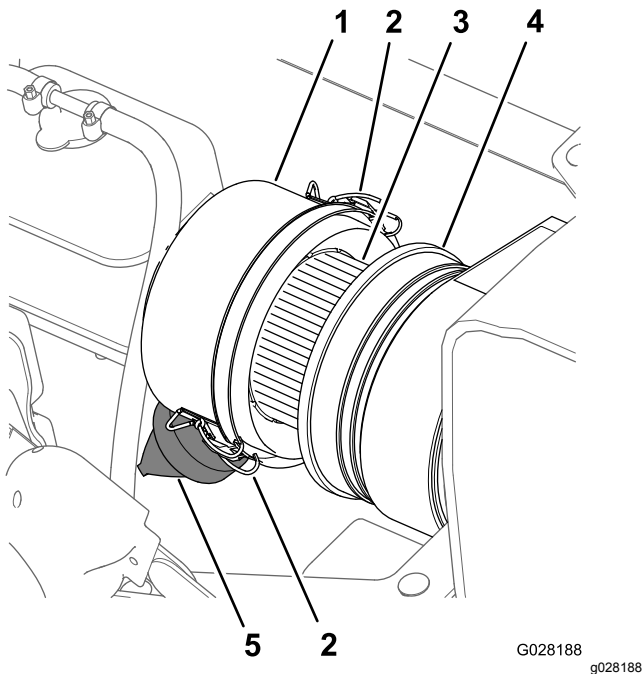
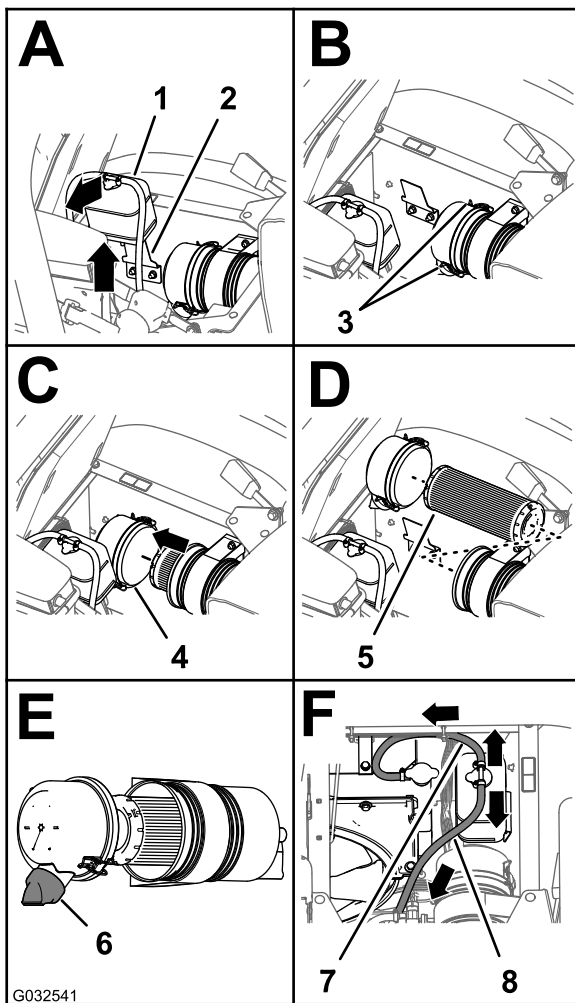

Figure 67
Figure 68
3. Nettoyez le capuchon antipoussière et le boîtier du filtre à air (Figure 67).
4. Recherchez sur le boîtier du filtre à air des dommages susceptibles d'occasionner des fuites d'air (Figure 67).
5. Pressez la valve à poussière pour éliminer les saletés, la poussière et les débris (Figure 67).
7. Vérifiez que l'élément du filtre à air ne présente pas de dépôts excessifs de poussière, saleté ou débris (Figure 67).
8. Reposez le capuchon antipoussière sur le boîtier du filtre à air et fixez-le en place avec les 2 attaches (Figure 67).
2. Nettoyez le capuchon antipoussière et le boîtier du filtre à air (Figure 67).
3. Soulevez le réservoir de trop-plein de liquide de refroidissement pour le déposer de son support (Figure 68).
- Desserrez les 2 attaches qui fixent le capuchon antipoussière sur le boîtier du filtre à air (Figure 68).
- Nettoyez l'intérieur du capuchon antipoussière, du boîtier du filtre à air et de la valve à poussière avec un chiffon humide (Figure 67 et Figure 68).
- Insérez l'élément filtrant neuf dans le boîtier du filtre à air (Figure 68).
- Reposez le couvercle sur le boîtier du filtre à air et fixez-le en place avec les 2 attaches (Figure 68).
Remarque: Vérifiez que la valve à poussière s'aligne bien entre les positions 5 et 7 heures vu de l'extrémité (Figure 68).
- Placez le réservoir de trop-plein du liquide de refroidissement en face de son support et fixez solidement le réservoir (Figure 68).
Important: Vérifiez que le flexible de décharge de pression est dirigé vers l'avant et le bas et que le flexible d'évent du réservoir est dirigé vers l'arrière, comme montré à la Figure 68.